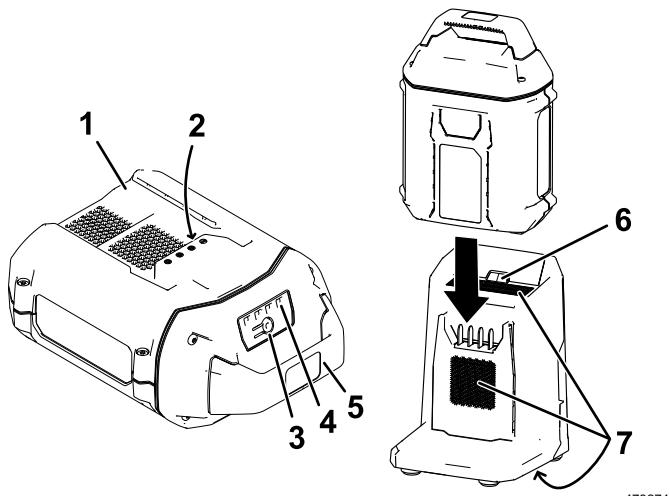

Figure 14
2. Alignez le creux de la batterie (Figure 14) sur la languette du chargeur.
3. Insérez la batterie dans le chargeur jusqu'à ce qu'elle soit complètement enclenchée (Figure 14).